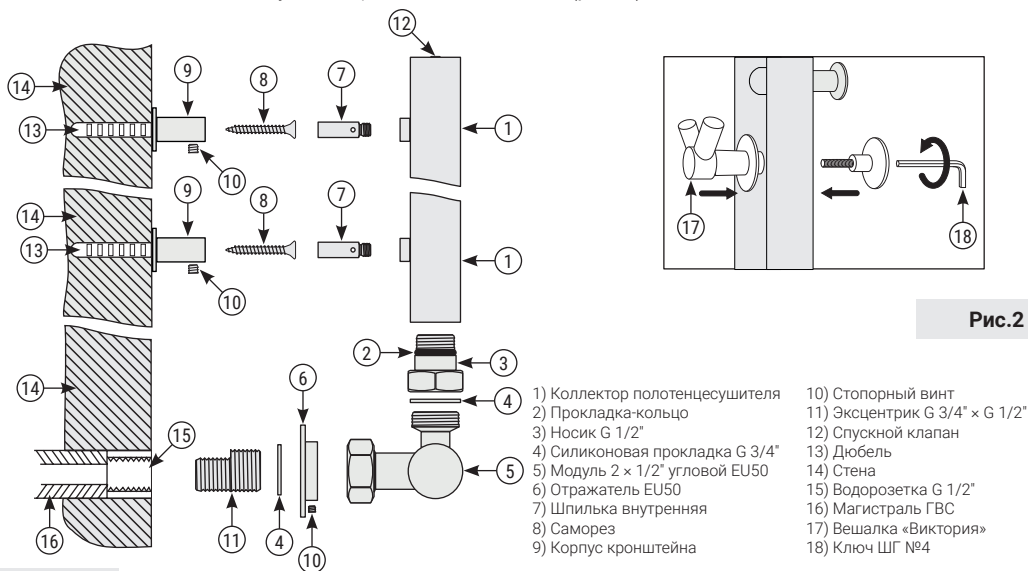

Рис.1
- 5.1. Сборку и установку изделия производить согласно схеме (рис. 1).
- 5.3. Установить на коллектора носики с накидными гайками (рис. 1 «3»). Носики накрутить на модуль угловой EU50 (рис. 1 «5»).
- 5.8. Для герметизации резьбовых соединений производитель комплектует изделие прокладками собственного изготовления (п. 3.3. и рис. 1 «2», «4»).